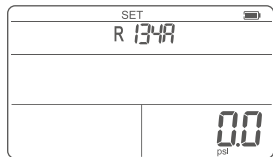

图8 压力单位设置界面
1.设置界面短按  进行压力单位设置。2.通过  /  选择压力单位(图8)。
❶ 若只需设置压力单位,执行完步骤2后即可长按  退出设置。